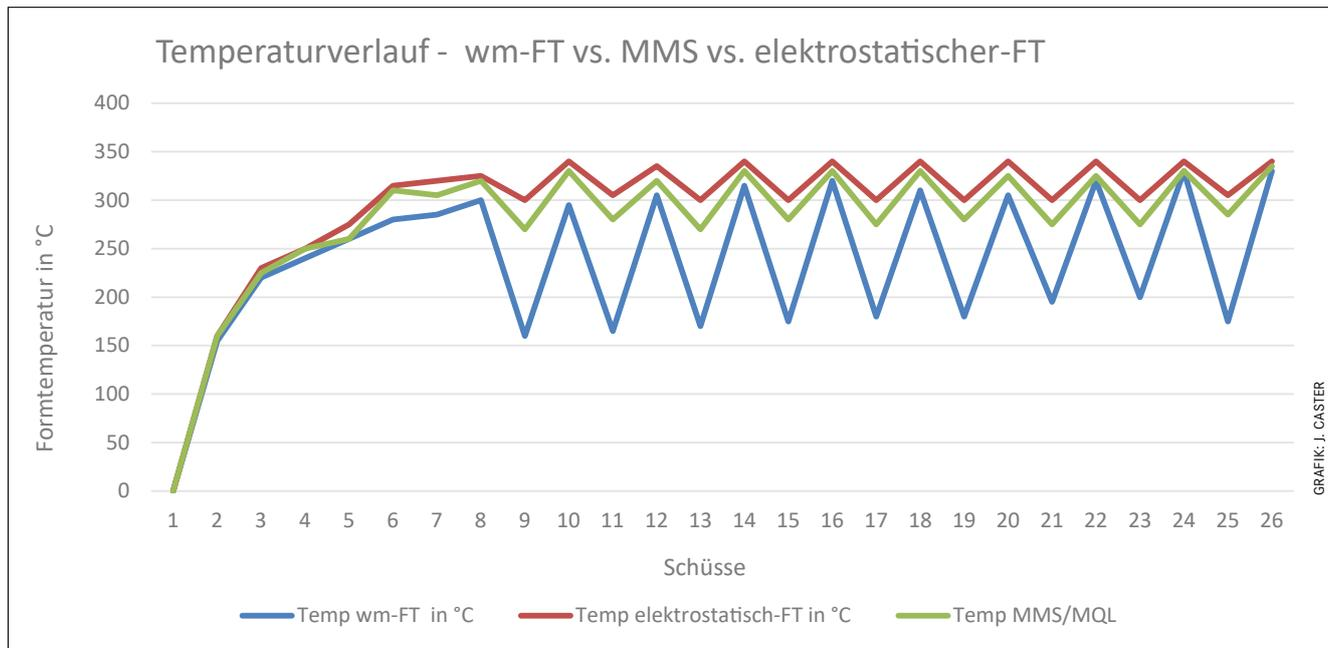

Bild 5: Vergleich der Temperaturverläufe der verschiedenen Sprühtechniken.
- > der Formtemperatureinsatzbereich liegt in einem weiten Intervall von 100 °C bis > 300 °C (Bild 5),